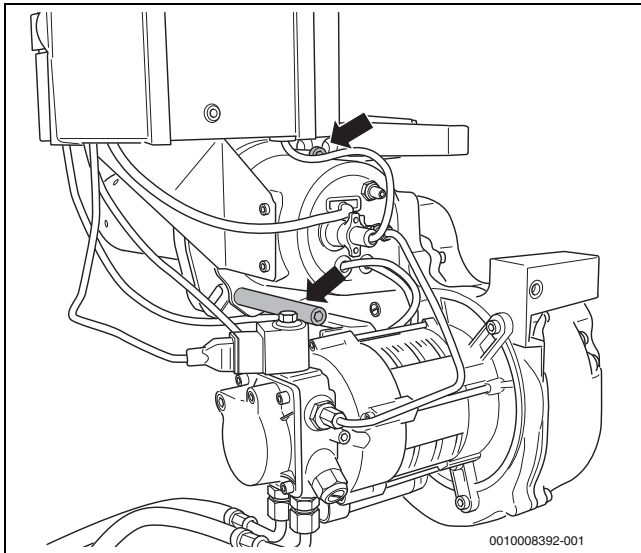

Bild 33 Schrauben der Bajonettbefestigung lösen
- Die beiden Schrauben der Bajonettbefestigung lösen (→Bild 33, Pfeile).
- Linksdrehung bis zum Anschlag und die Befestigungsschrauben (→ Bild 33, Pfeile, Seite 23) wieder anziehen.